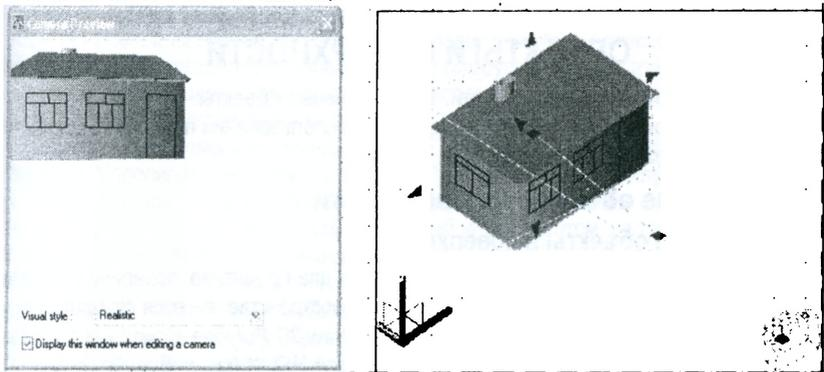

Рис. 9.11. Установка камеры и вид в окне диалога Camera Preview
7. Переключитесь в рабочее пространство **3D Modeling** командой **Tools, Workspaces**. Создайте камеру командой CAMERA. Определите положение камеры и фокусное расстояние, направление на цель. При выделении камеры показывается ее положение, фокусное расстояние, угол обзора (рис. 9.11). Редактировать все параметры можно с помощью ручек или с помощью окна диалога Свойства объекта. При выделении камеры одновременно открывается окно **Camera Preview** (Просмотр камеры), в котором можно изменить стиль визуализации выбором из списка **Visual Style**.